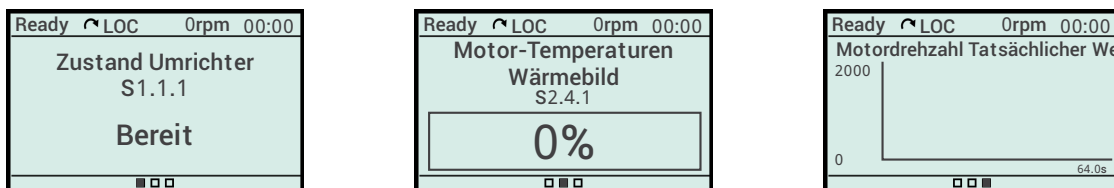

Abbildung 8.13: Ansicht in (a) Text, (b) Balken und (c) Grafik
- **Vollbild:** Es deckt einen ganzen Hauptbildschirm ab und ermöglicht die Anzeige von Lesevariablen im Format **Text, Balken oder Grafik**. Abbildung 8.13 auf Seite 8-6 präsentiert ein Beispiel mit den 3 Formaten.